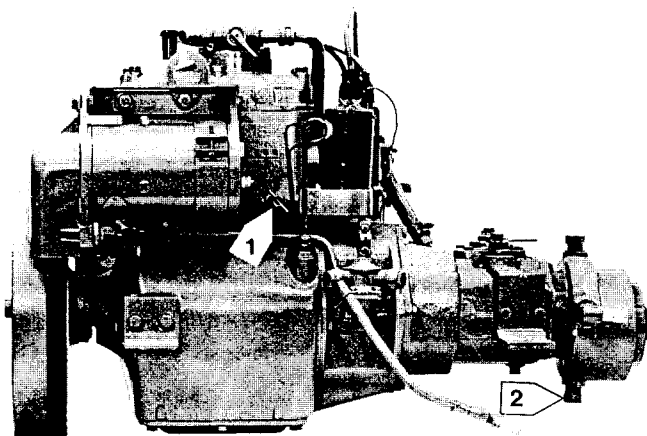

Fig. 22 Avtappningskran för kylvatten
- a. Tappa av allt kylvatten från kylsystemet genom att öppna motorns avtappningskran (på babordsidan), se fig. 22, samt skruva loss bottenpluggen på reduktionsväxeln. Stäng därefter kranen och skruva fast pluggen.
- f. Tappa av allt kylvatten från motorn genom att öppna avtappningskranen, se fig. 22. Vid avtappning av allt kylvattnet skall även avtappningspluggen på reduktionsväxeln skruvas loss. **Rostskyddsblandningen ger ej något frysskydd för motorn.** Är motorn försedd med våt avgasledning skall även den dräneras på vatten.